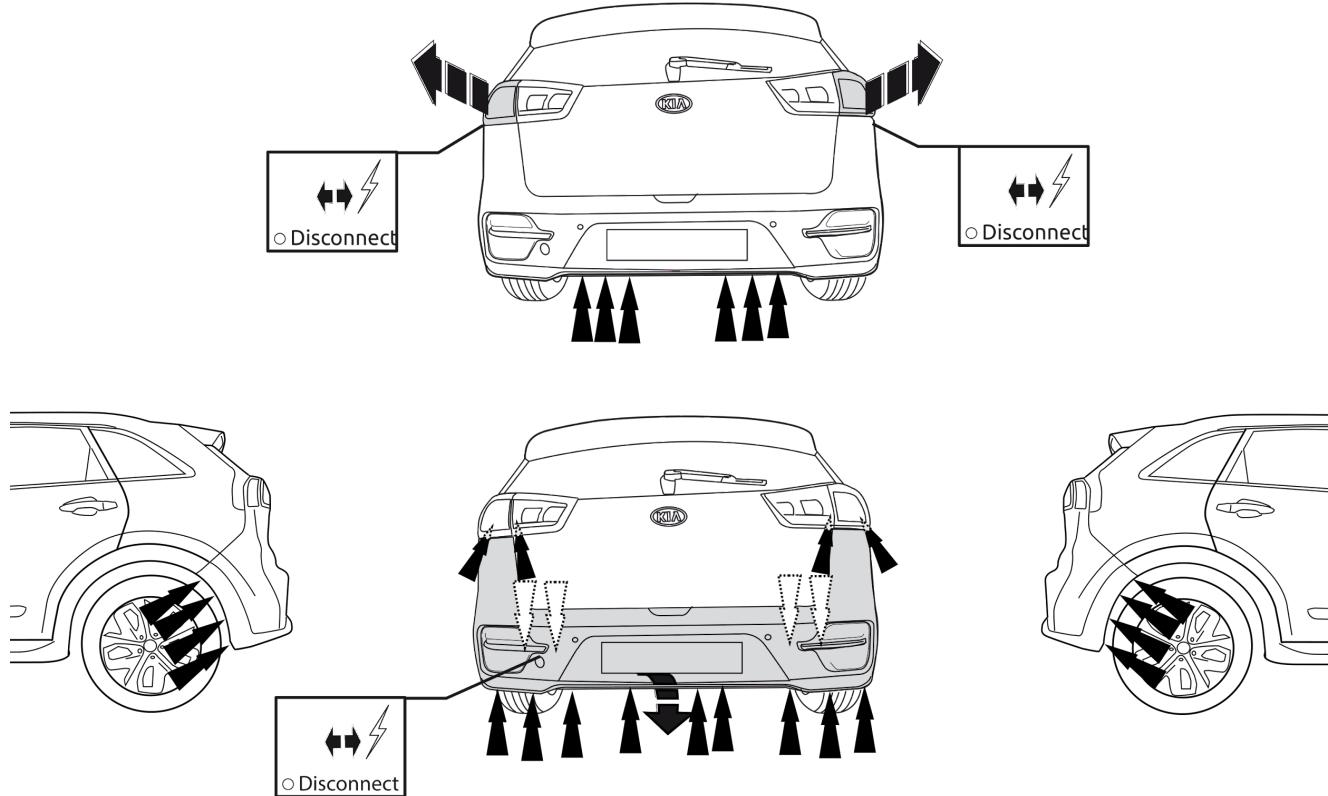

Fig. 2
2. Снять бампер вместе со буферным бруском автомобиля. См. рисунок 2.